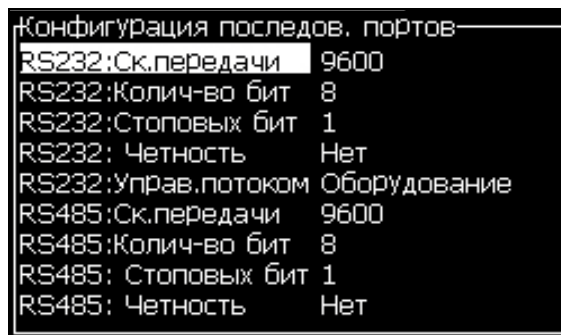

Рисунок 4-21: Диалоговое окно “Configure Serial Ports” (конфигурирование последовательных портов)
- 2 Выберите опцию “Serial Port Configuration” (конфигурирование последовательного порта), и нажмите кнопку “Enter” (ввод). Появится диалоговое окно “Configure Serial Ports” (конфигурирование последовательных портов) (смотрите Рисунок 4-21).